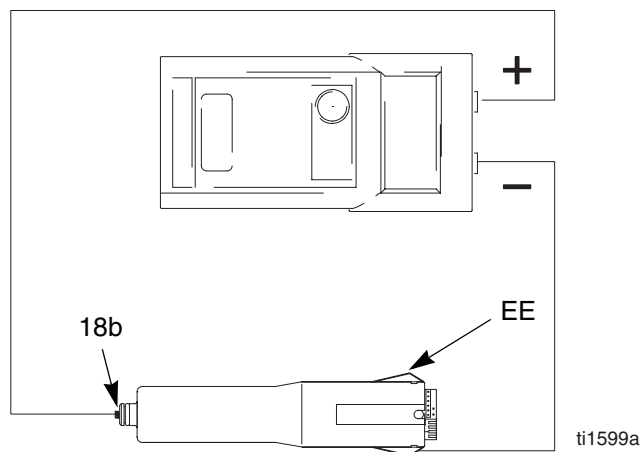

Fig. 18. Verifica della resistenza dell'alimentatore
2. Togliere l'alimentatore (18), pagina 46.
3. Rimuovere il generatore a turbina (19) dall'alimentatore, pagina 47.
4. Misurare la resistenza fra le piastre di terra dell'alimentatore (EE) e la molla (18b). Vedere la FIG. 18.